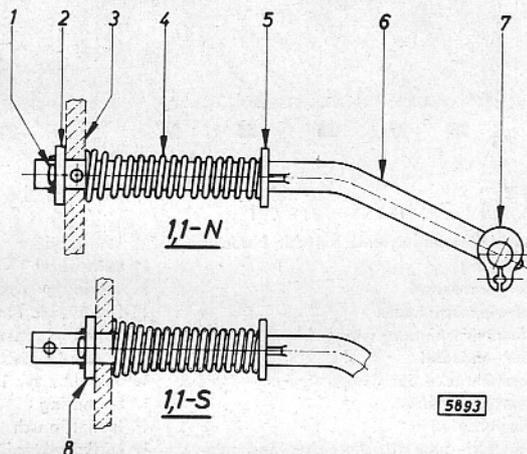

Bild B 9 - Montage der Pumpenverbindungsstange
10. Auf richtige Anordnung des Splintes sowie Anzahl und Dicke der Unterlegscheiben an der Pumpenverbindungsstange gemäß Bild B 9 achten.